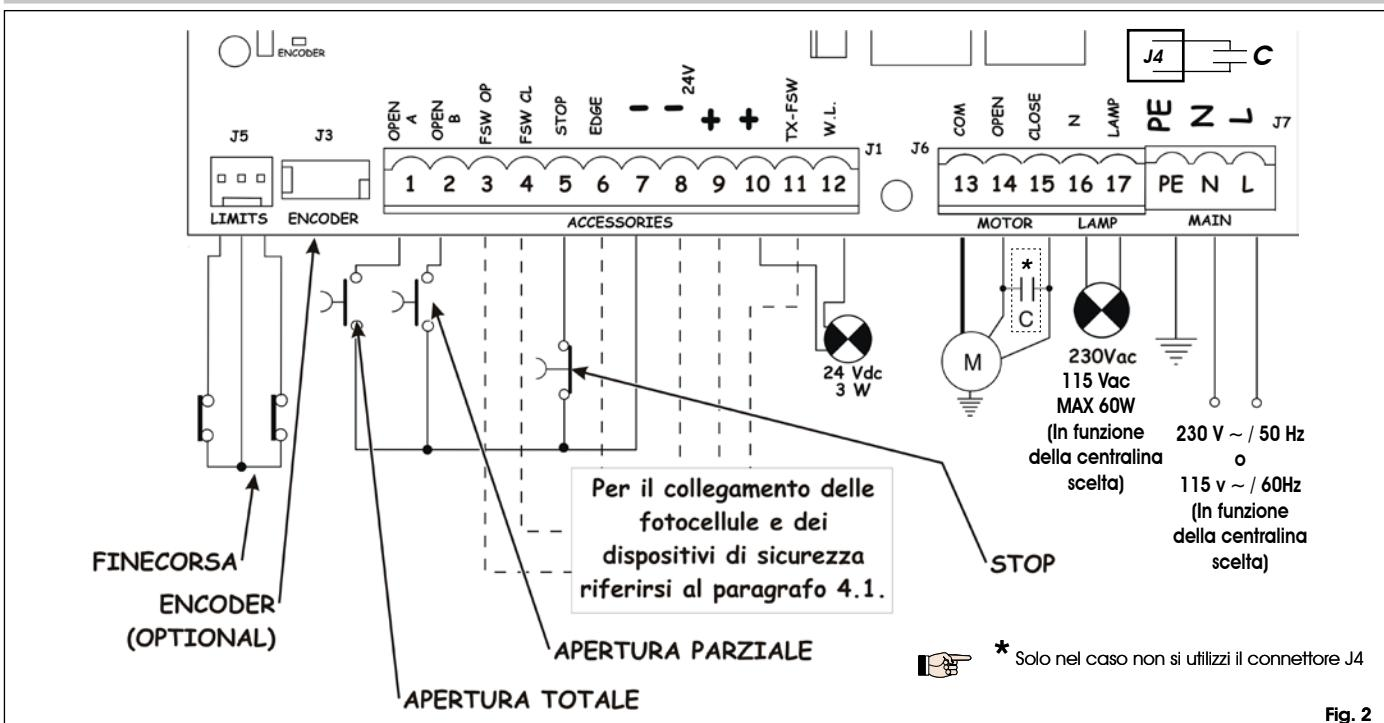

Fig. 2
4.2. Morsettiera J7 - Alimentazione (fig. 2)	pag.4
4.3. Morsettiera J6 - Motori e lampeggiatore (fig. 2)	pag.4
4.4. Morsettiera J1 - Accessori (fig. 2)	pag.4
4.6. Connettore J6 - Innesto rapido Finecorsa (fig. 2)	pag.5
4.7. Connettore J3 - Innesto rapido Encoder (fig. 2)	pag.5
Collegare il cavo di terra all'apposito morsetto previsto sul connettore J7 dell'apparecchiatura (vedi fig.2).
4.2. Morsettiera J7 - Alimentazione (fig. 2)
4.3. Morsettiera J6 - Motori e lampeggiatore (fig. 2)
4.4. Morsettiera J1 - Accessori (fig. 2)